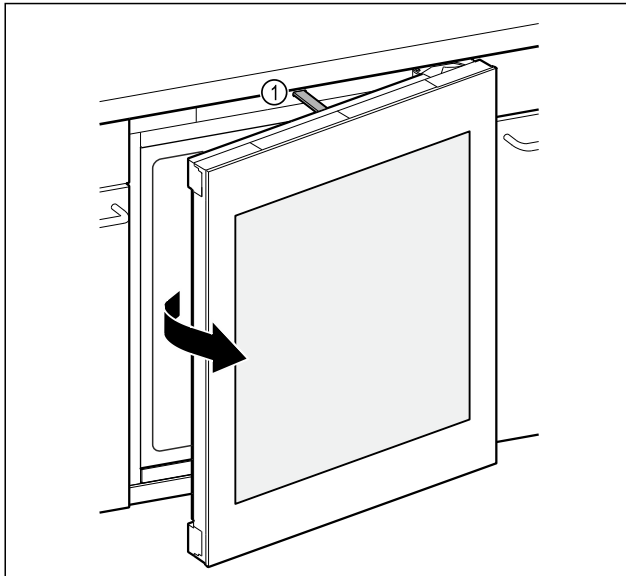

Fig. 88
- ▶ La tige de poussée Fig. 88 (1) ouvre la porte d'env. 7 cm.